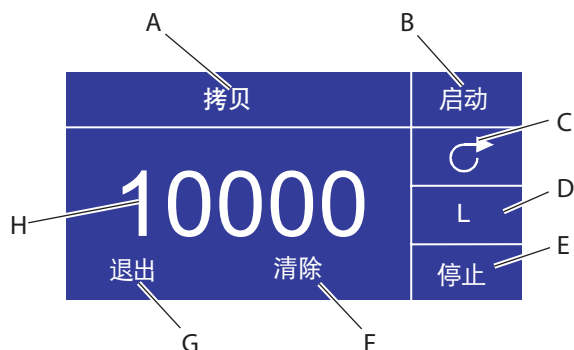

图 3-8 拷贝设置屏幕
- D. **拷贝量屏幕：**请参阅**拷贝设置屏幕**部分的内容，如图 3-8。